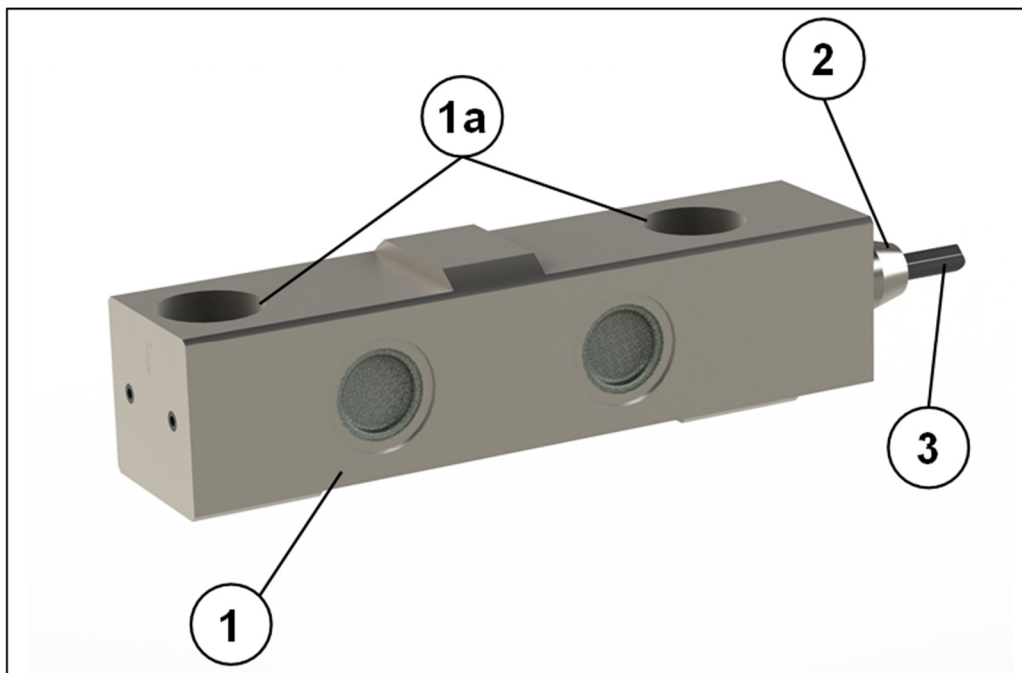

Bild 1: Normalkraftaufnehmer
Die BROSA Normalkraftaufnehmer des Typs 0250 dient der Erfassung der Kraft in zweiseitigen Scherverbindungen in oder an Maschinen und Geräten aller Art. Bild 1 zeigt den typischen Aufbau:
Der Normalkraftaufnehmer (1) wird auf die entsprechend gestalteten Auflageflächen (2) der zweischnittigen Verbindung eingesetzt und anhand der angesprochenen Merkmale (vgl. Bild 1) gegen nicht vorgesehene Bewegung gesichert. An der gegenüberliegenden Fläche des Normalkraftaufnehmers befindet sich mittig eine definierte Krafteinleitungsfläche. Die dort eingeleitete Kraft  $F$  wird durch Auswertung der sich ergebenden Verformung des Messkörpers auf die Messelektronik übertragen und als elektrisches Signal ausgegeben.